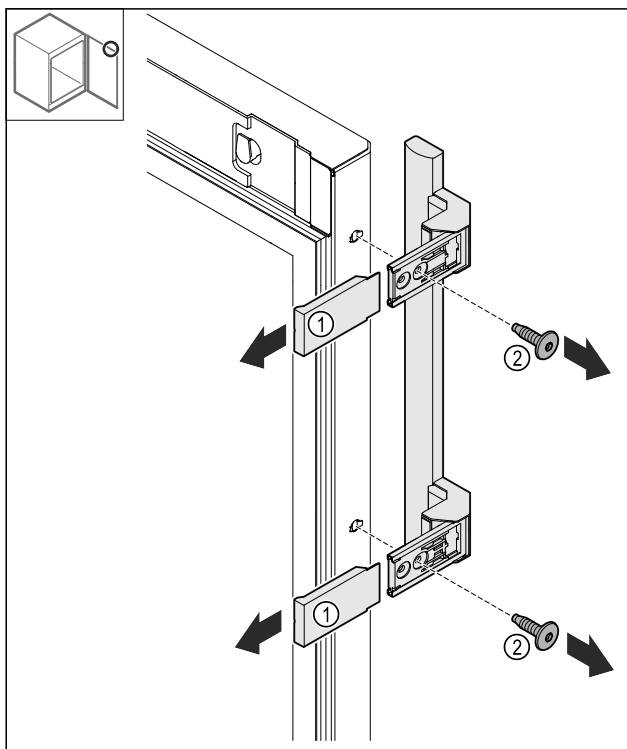

Fig. 16
- Snemite pokrove Fig. 16 (1).
- Odvijte vijake Fig. 16 (2).